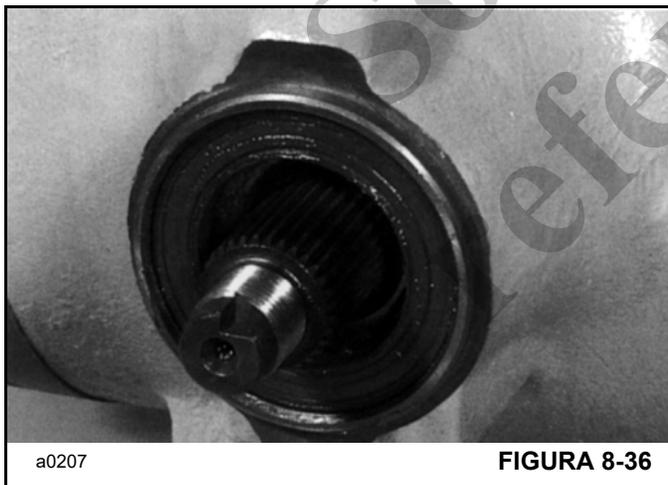

FIGURA 8-36
6. Instale el cono de cojinete exterior (Figura 8-36) y el sello. Aplique abundante grasa entre los rebordes del sello antes de instalar.